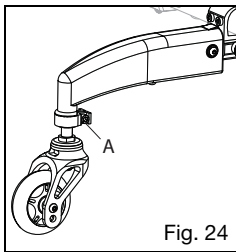

Fig. 24
1. Desserrez le boulon de 6 mm dans la bague de serrage (Fig. 24:A).
3. Resserrez le boulon de 6 mm dans la bague de serrage (Fig. 24:A).